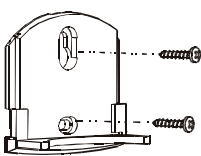

Fig. 15
3. Halter mit den beigefügten Schrauben an der Decke bzw. Wand befestigen. Abb. 15 und 16